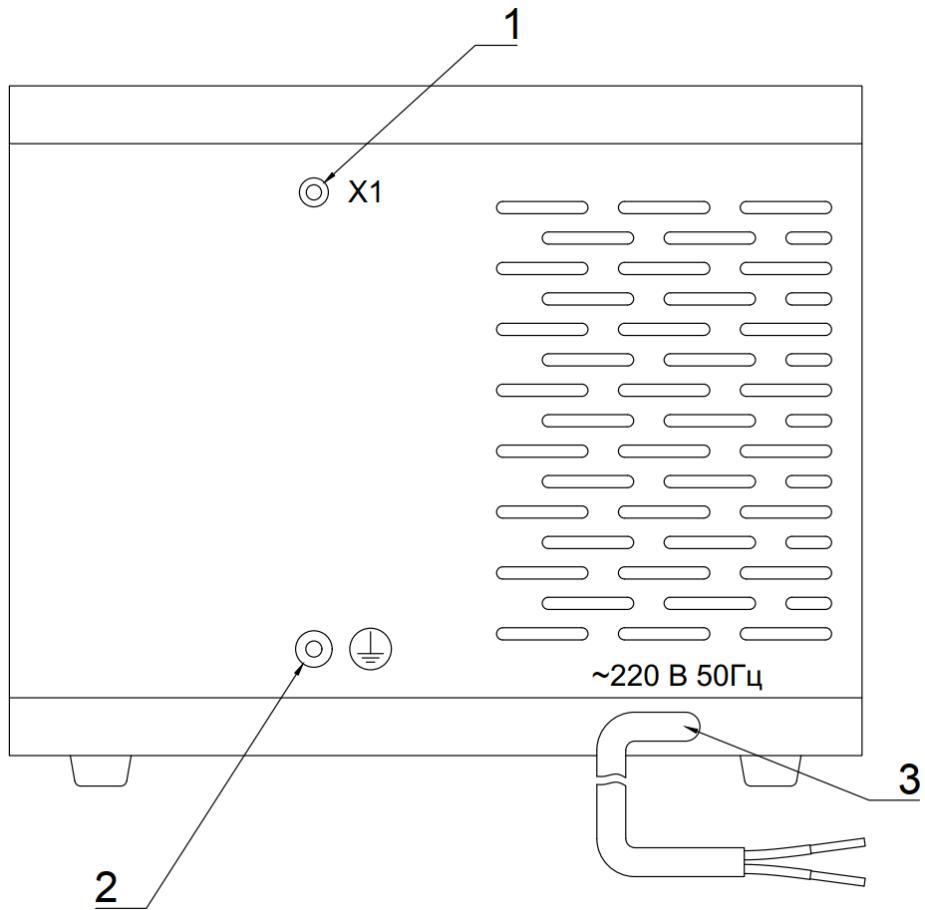

Рис. 2. Левая боковая панель Комплекта СИНУС-Т 7000А
4.3.2. На левой боковой панели пульта управления (СИНУС-Т 7000А) (рис.2) находятся:
Внешний вид дисплея представлен на рис.2.